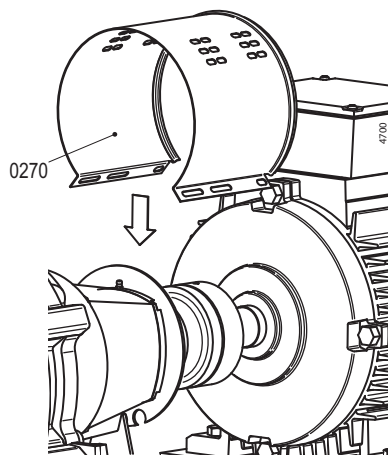

Bild 6: Montera manteln på motorsidan.
- 2 Ta bort båda mantlarna (0270). Se bild 6.